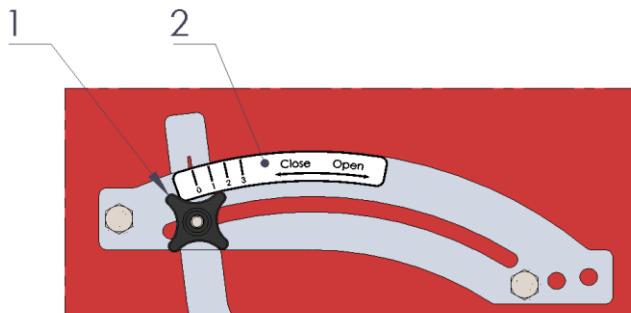

Figura 4a
3. Il componente per la semina può essere regolato in base alle dimensioni del seme che verrà utilizzato. Nel caso di semi di erba fine, la valvola del componente per la semina deve essere completamente chiusa. L'ingranaggio afferra il seme. Con semi di dimensioni maggiori, lo spazio tra l'ingranaggio e la valvola non è abbastanza grande da lasciar passare i semi. Per questo motivo, la valvola deve essere aperta ulteriormente per i semi più grandi. Regolare l'apertura con la maniglia di regolazione della valvola. La leva può essere regolata allentando la manopola a stella (1), selezionando la posizione desiderata in base all'adesivo di indicazione (2) e bloccando di nuovo la manopola a stella (cfr. **Figura 4a**).